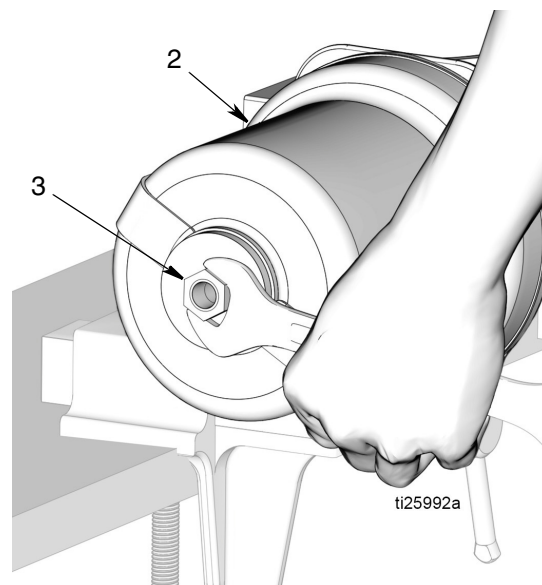

FIG. 57
- e. Avvitare il dado di fermo del pistone (3) nella parte superiore del cilindro pneumatico (2), come mostrato in FIG. 57. Serrare il dado utilizzando una chiave. Serrare il dado a una coppia da 20,3 a 23,1 N•m (15 - 17 ft. lbs.).